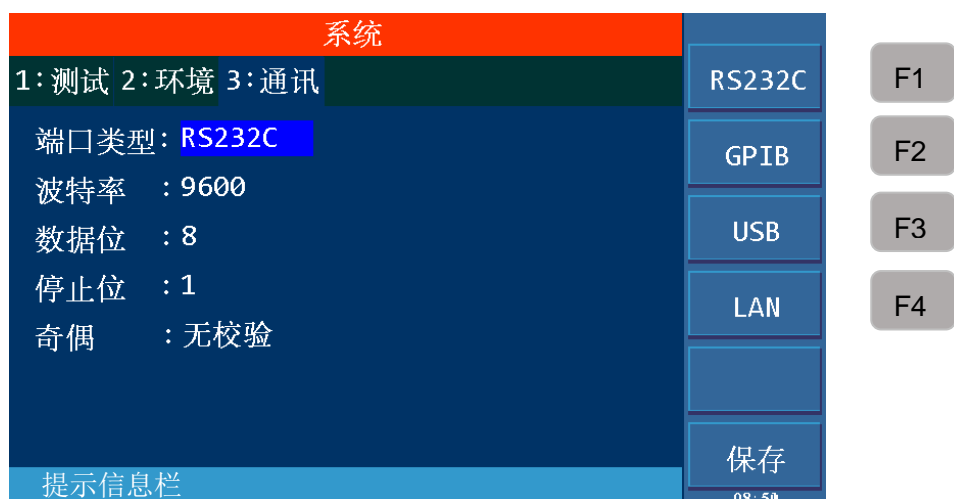

图 4-10 系统通讯设置
- 3、按【▼】键将光标移到端口类型设置项，进入图 4-10 所示设置页面。